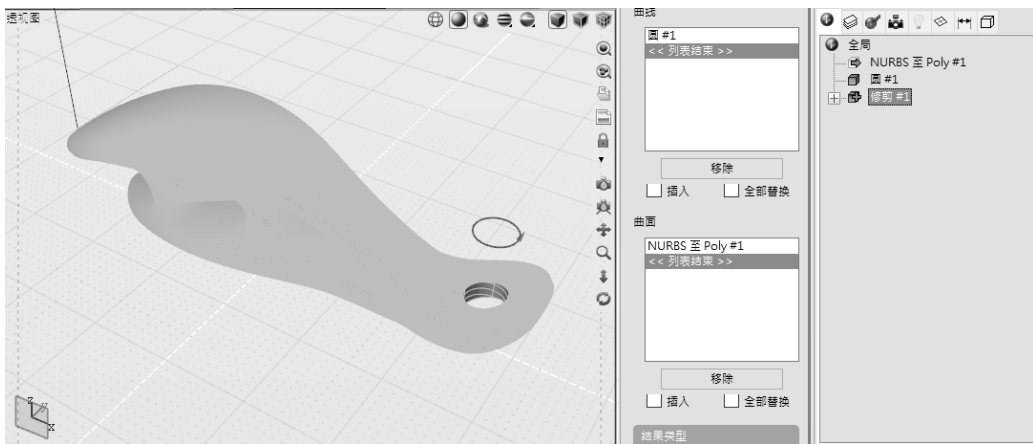

图 9-35 修剪模型获得实体
3) 还可以直接使用 NURBS 建模工具对这个模型进行编辑。例如, 可以直接使用“修剪”工具, 为开瓶器尾部打一个圆孔。通过修剪截面可以看出修剪结果为实体模型, 如图 9-35 所示。